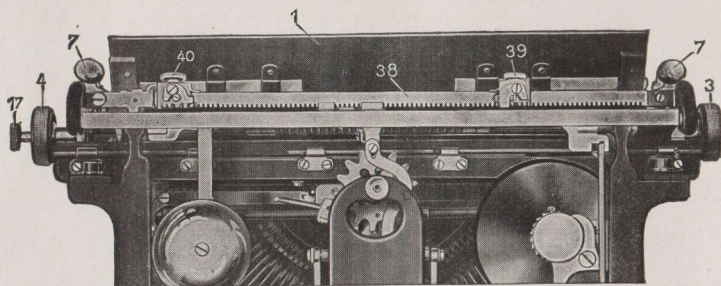

Abbildung 6
Hinter dem Papierauflegeblech (1) befindet sich die Randstellerskala (38) [Abb. 6]. Sie dient zum Einstellen der Zeilenlänge. Diese Skala hat dieselbe Einteilung wie die Papierhalteschiene (5) [Abb. 3 und 4], die über der Schreibwalze liegt. Auf der Randstellerskala befinden sich zwei Randsteller (39 und 40), die sich durch Druck auf den Knopf verschieben lassen. Der Randsteller (39) wird zum Einstellen des Zeilenanfanges benutzt, dagegen